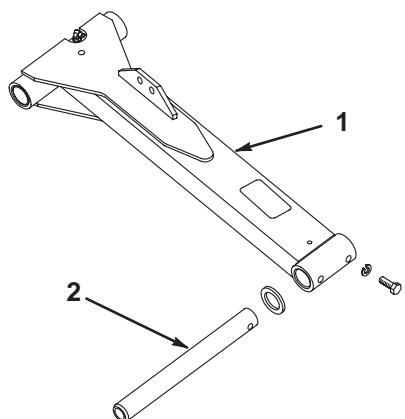

図6
1. 左昇降アームにピボット・ロッドを差し込み(図6) 取り付け穴を整列させる。